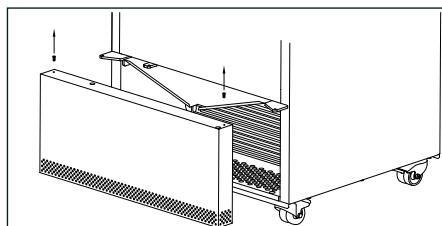
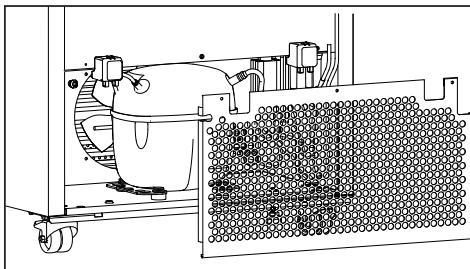

Abb. 11
Abb. 13
2. Entfernen Sie die Blende unter der Tür durch lösen der beiden Schrauben. Verwenden Sie einen 2 mm Inbusschlüssel. Siehe Abb. 11
Reinigen Sie es mit einem Staubsauger regelmäßig. Entfernen Sie die untere Blende unter der Tür durch Lösen der beiden Schrauben (siehe Abb. 11) Wiederholen Sie den Vorgang auf der Rückseite (siehe Abb. 13)